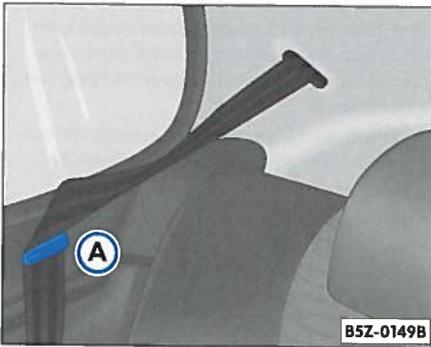

Abb. 66 Rücksitzbank: Fixierungsklammer für Gurtband beim Vor- oder Zurückklappen des Rücksitzes
- Schlosszungen lösen und Gurtbänder in die jeweiligen Befestigungsclips ⇒ Abb. 66 A einhängen.
⇒ Seite 87, Abb. 66  einhängen.